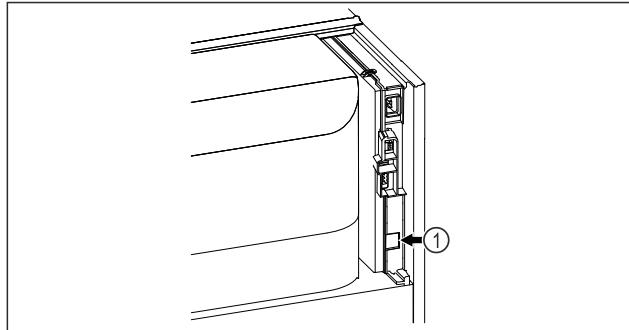

Fig. 132
- Moduli SmartModule Fig. 132 (1) është vendosur.